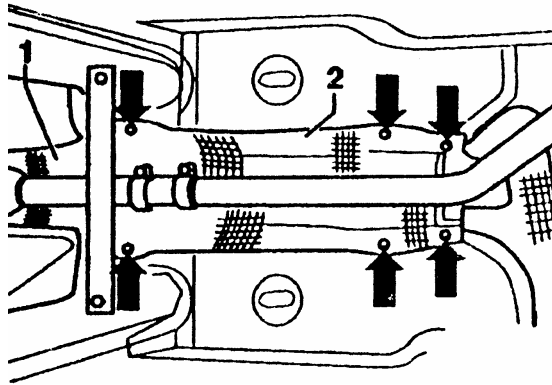

图 13-46 拆卸隔热罩
(1) 拆下隔热罩 1, 松开隔热罩 2 上的紧固螺母, 向前推隔热罩, 如图 13-46 所示。